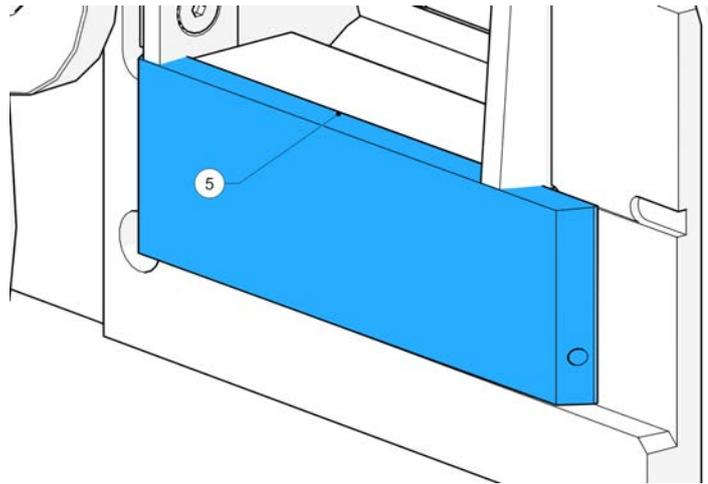

Figure 65 - Enclume fixée à la plaque de base
14. Insérez l'enclume par le côté de la chambre, en veillant à ce qu'elle reste bien fixée à la plaque de base (5, Figure 65).